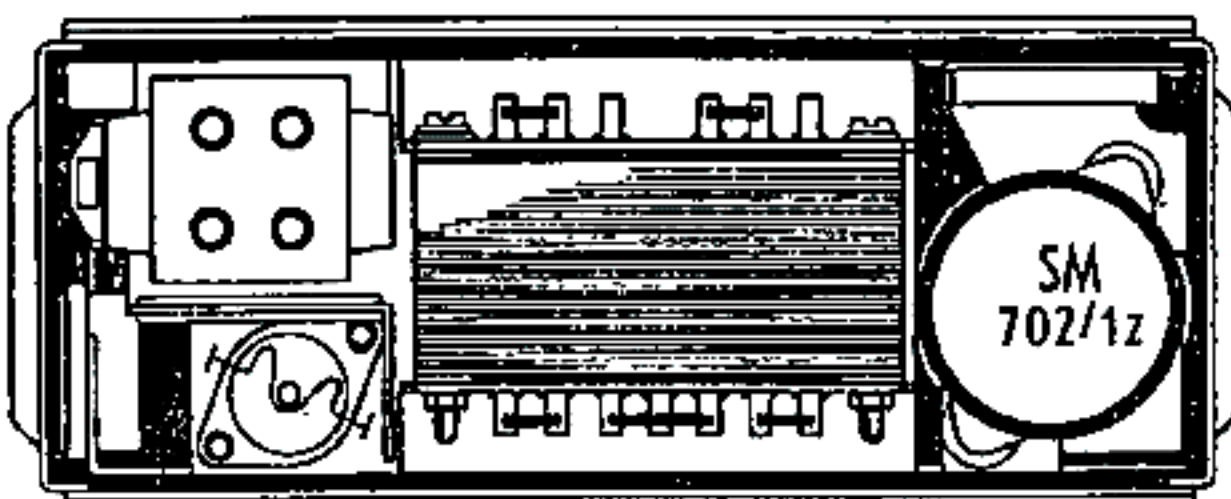
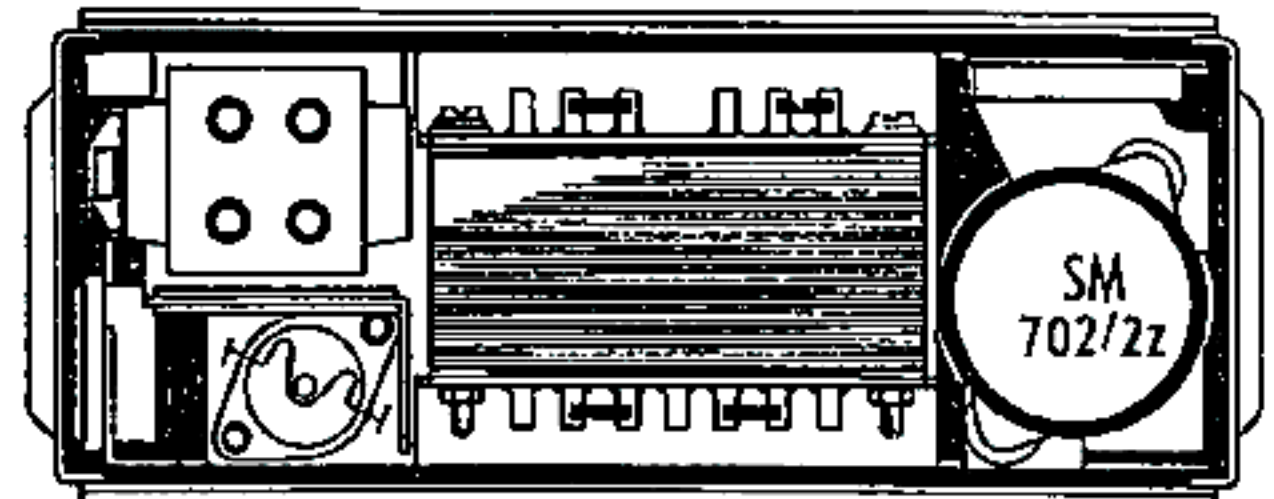

Abb. 10 Schaltung 6 Volt
Abb. 11 Schaltung 12 Volt
2. Zerhackertrafo gemäß Abb. 10 bzw. Abb. 11 umschalten.